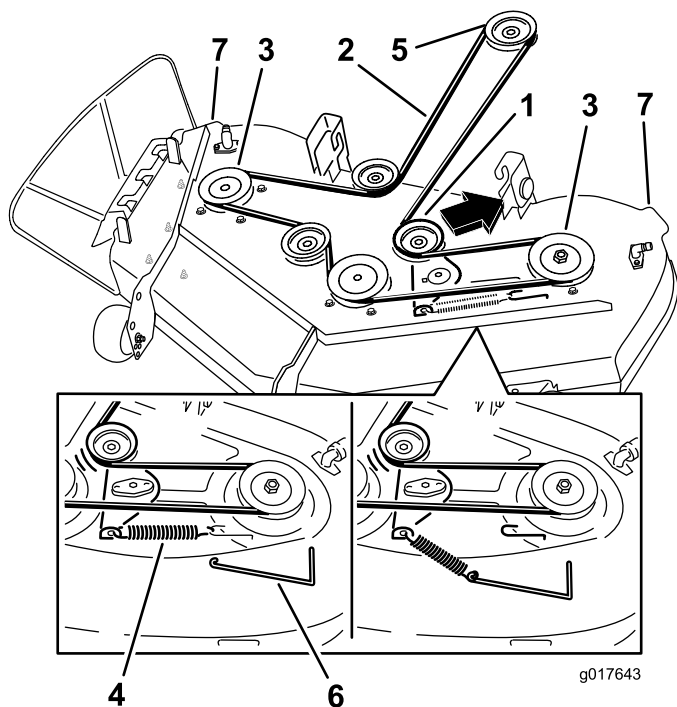

Figure 64
5. En vous aidant des poignées, soulevez le tablier de coupe et les supports pour les dégager de la tige de levage arrière et abaissez le tablier au sol avec précaution (Figure 61 et Figure 64).
4. À l'aide d'un outil de dépose de ressort (réf. Toro 92-5771), décrochez le ressort du crochet sur le tablier pour éliminer la tension sur la poulie de tension et déchaussez la courroie des poulies (Figure 64).
5. Acheminez la courroie neuve autour de la poulie du moteur et des poulies du tablier de coupe (Figure 64).
6. À l'aide d'un outil de dépose de ressort (réf. Toro 92-5771), accrochez le ressort au crochet situé sur le tablier, ce qui a pour effet d'exercer une tension sur la poulie de tension et la courroie du tablier de coupe (Figure 64).